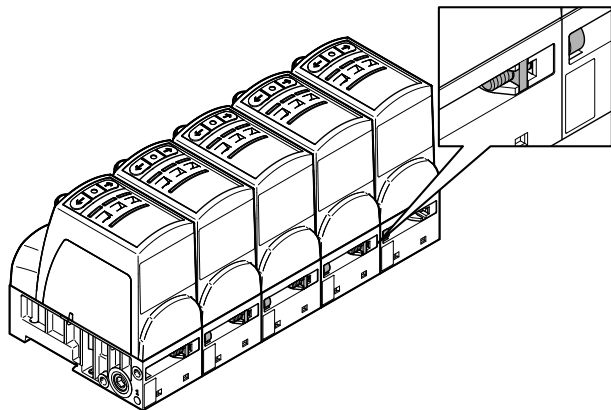

Fig. 4 Raccord en face arrière du distributeur
4. Raccorder les distributeurs en face arrière avec des vis à tête cylindrique et des écrous carrés. Couple de serrage : 1,2 ± 0,2 Nm -> Fig.4